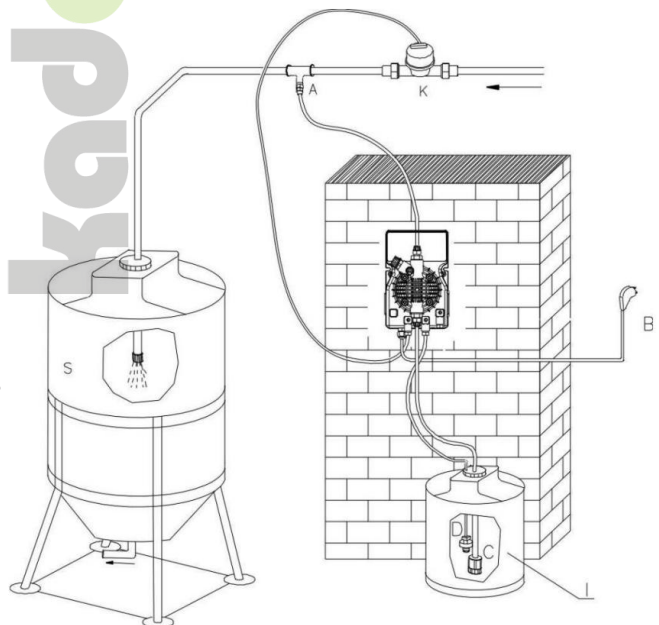

Abb. 16
7.2 - TYPISCHE INSTALLATION (Abb. 16)